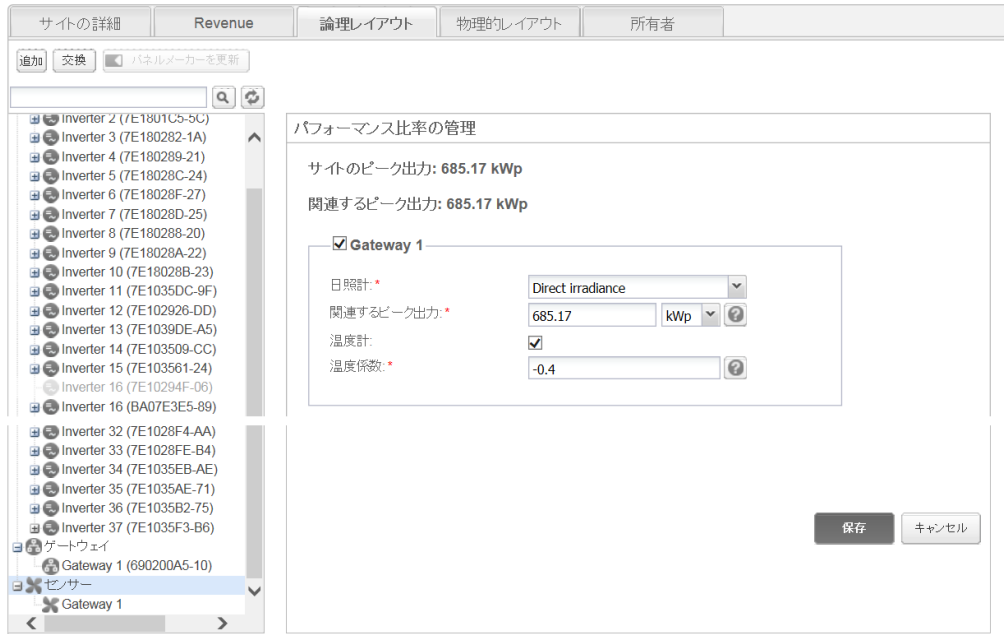

図 1: パフォーマンス比率の管理 - 単一のゲートウェイ
4. センサーを選択します。(図 1 を参照してください。)サイトに日照計が設置されていると、パフォーマンス比率の管理が表示されます。この中には次の項目が表示されます。